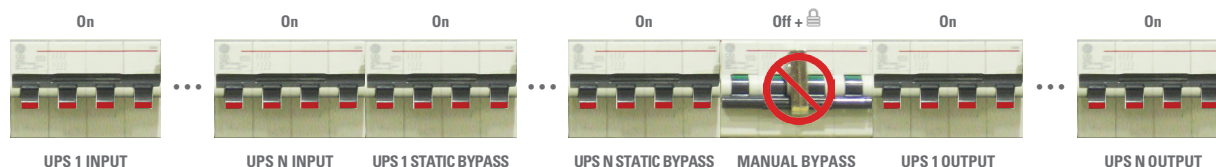

Fig. 16. Posición de los interruptores del cuadro de bypass en «Funcionamiento normal» (con un SAI).
- En la ilustración de la Fig. 16 se muestra la posición en que deben encontrarse los interruptores del cuadro después de la operatoria.